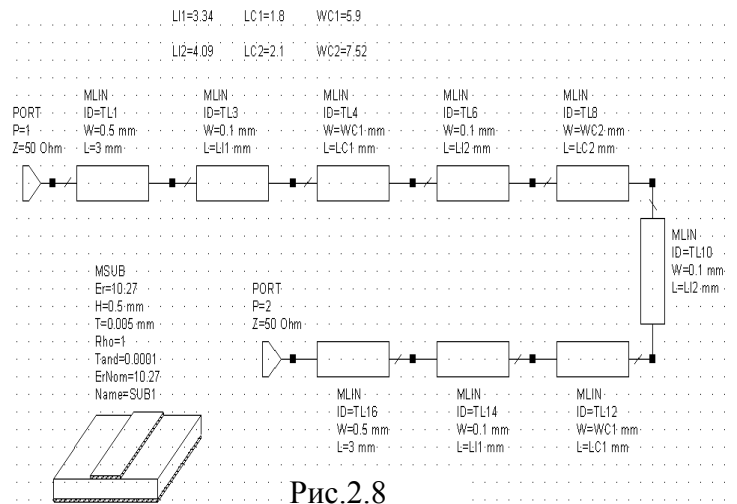

Рис.2.8
7. Сделайте активным окно схемы. После настройки переменные получили следующие значения: $L11=3.34$, $L12=4.09$, $LC1=1.8$, $LC2=2.1$, $WC1=5.9$ и $WC2=7.52$ (рис. 2.8).